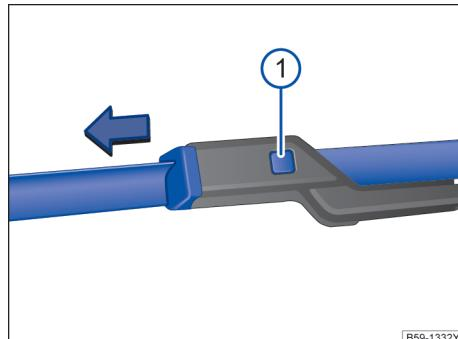

图 204 更换前风窗刮水器刮水片
- 按住分离按钮→图 204 ① 同时沿图示箭头方向拉出刮水片。